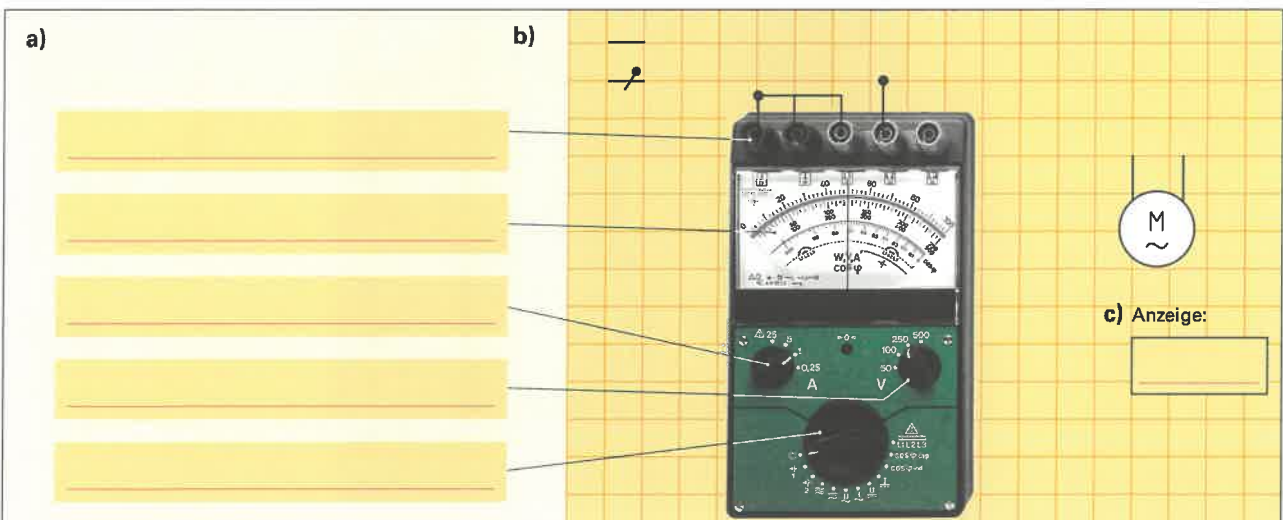

Bild 2: Messen mit dem Leistungsmesser
3. a) Benennen Sie die Teile des Leistungsmessers. b) Es soll mit dem Leistungsmesser die Leistung eines Einphasenmotors gemessen werden. Ergänzen Sie die Schaltung im Bild 2. c) Welche Leistung wird angezeigt?